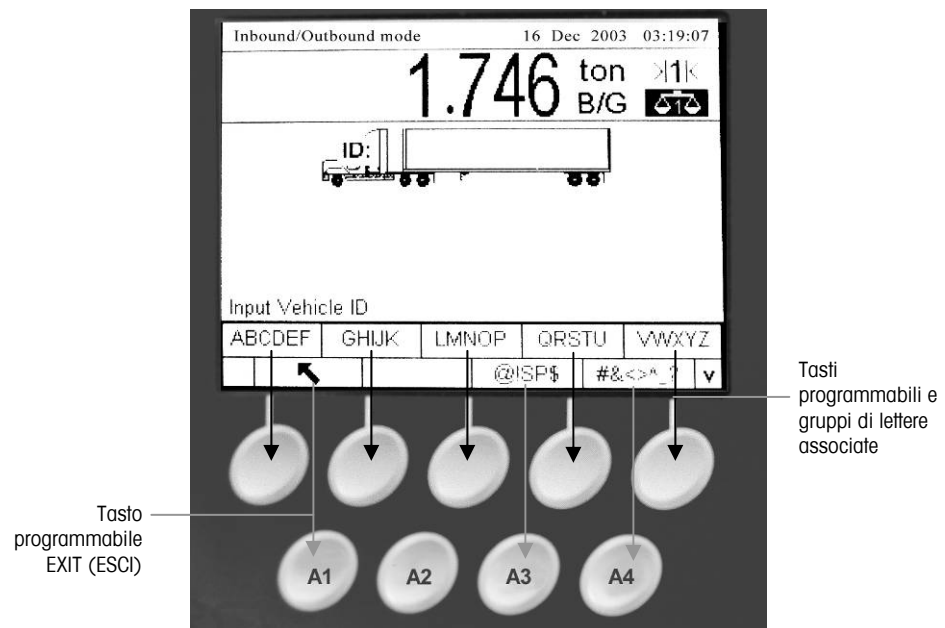

Figura 2-5: Tasti a lettere
Figura 2-5. I tasti programmabili cambiano per comprendere ogni lettera compresa nel gruppo selezionato di lettere. Usare i tasti di navigazione a freccia SU e GIÙ (vedere la Figura 2-4) per passare tra lettere maiuscole o minuscole. Premere il tasto associato con la lettera desiderata per l'inserimento dei dati. Usare
2. Una volta che il veicolo si trova sulla bilancia, premere il tasto programmabile VEHICLE ID (ID VEICOLO). Viene visualizzato un prompt dell'ID del veicolo con un cursore nel campo dell'ID del veicolo. I tasti programmabili e i tasti dell'applicazione diventano tasti a lettere (vedere la Figura 2-5).
- **Cercare l'ID del veicolo**—Premere il tasto programmabile DATABASE QUERY (QUERY DATABASE) (vedere la Figura 2-5) per cercare l'ID del veicolo nella tavola ID veicolo. Una volta individuato l'ID corretto, continuare con il processo di uscita (vedere Processo di uscita).
1. Una volta che il veicolo si trova sulla bilancia, premere il tasto programmabile TEMPORARY ID (ID TEMPORANEO) (vedere la Figura 2-5). Viene visualizzato un prompt dell'ID del veicolo con un cursore nel campo dell'ID del veicolo. I tasti programmabili e i tasti dell'applicazione diventano tasti a lettere (vedere la 2).